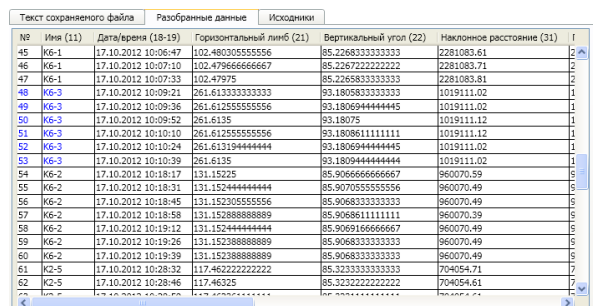

Рисунок 4 – Разобранные данные
- Справа в главном окне расположены данные, хранящиеся в выбранном файле, а также лог проверки. Данные можно просмотреть как в исходном виде, так и в декодированном (рисунок 4). Здесь пользователь может вручную отредактировать данные внутри файла. Чуть выше содержимого файла находится редактируемое текстовое поле с именем этого файла. В нем пользователь может изменить имя сохраняемого файла.